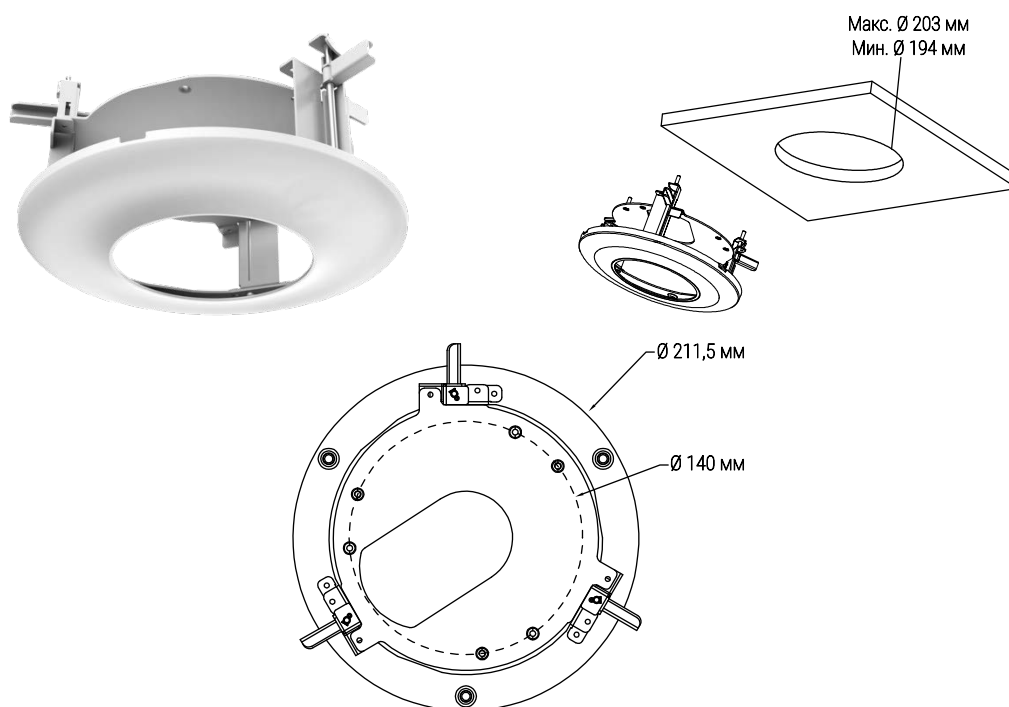

Рисунок 4.2 – Габаритные размеры. Кронштейн BR-112
1. Выберите место крепления кронштейна с учётом габаритных размеров (Рисунок 4.2) и удобства работы с монтажным инструментом. Убедитесь, что монтажная поверхность способна выдерживать трехкратный вес камеры и кронштейна.